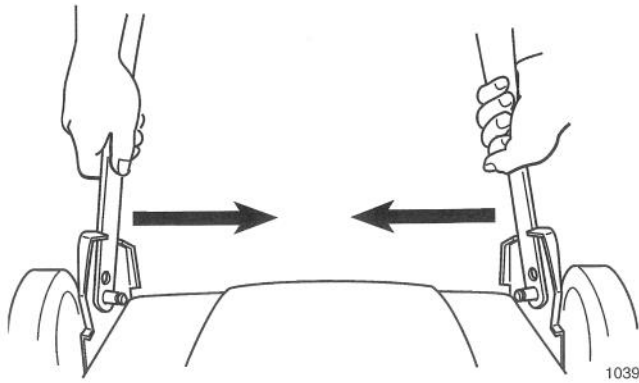

Figure 52
1. Serrer les montants inférieur du guidon l'un vers l'autre pour les dégager des butées du support (Fig. 52).